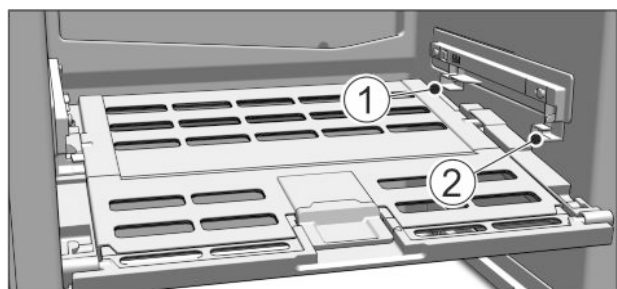

Fig. 10
▶ Вставляння кришки відділення Fruit & Vegetable-Safe: вставити поперечні ребра кришки знизу у задній тримач Fig. 10 (1) і зафіксувати спереду у тримачі Fig. 10 (2).